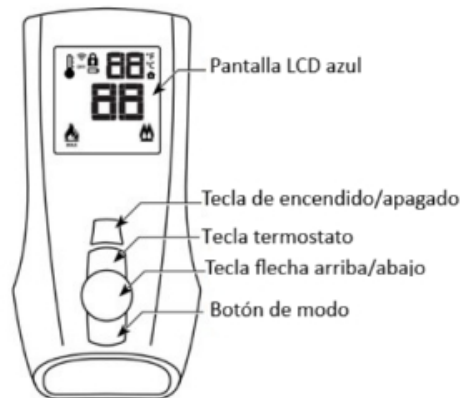

FIGURA 42
1. Introduzca las tres (3) pilas AAA suministradas en el compartimento para pilas del control remoto. Alinee correctamente la polaridad (+/-).
3. Pulse el botón "ON" del control remoto (**Figura 42**). El módulo de control emitirá cuatro (4) pitidos para indicar la aceptación de la orden del control remoto. El sistema está sincronizado.
El ajuste por defecto es IPI. Con el sistema en posición OFF pulse la Tecla Modo (Figura 42) para indexar al icono de modo CPI. Presionando la Tecla de Flecha Arriba regresará a IPI. Un solo "bip" confirmará la recepción del comando (Figura 46).